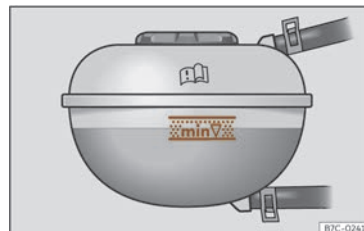

Abb. 223 Im Frontraum: Markierung am Kühlmittelausgleichsbehälter.
- Überprüfen Sie bei kaltem Motor den Kühlmittelstand an den seitlichen Markierungen des Ausgleichsbehälters >>> (Abb. 223). Der Kühlmittelstand muss zwischen den Markierungen liegen.
- Der Kühlmittelstand muss sich zwischen den Markierungen des Ausgleichsbehälters befinden >>> (Abb. 223). **Nicht über die Oberkante des markierten Bereichs auffüllen** >>> .
- Das Kühlmittel darf beim Auffüllen die Oberkante des markierten Bereichs nicht überschreiten >>> (Abb. 223). Andernfalls kann überschüssige Flüssigkeit bei steigender Temperatur aus dem Motorkühlsystem ausgestoßen werden und Schäden verursachen.